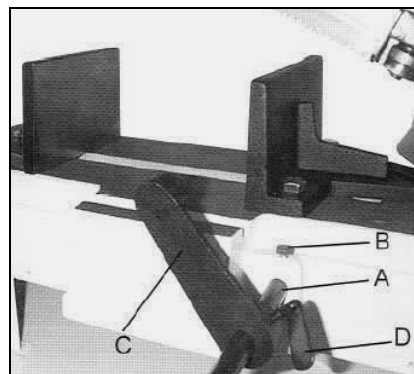

Fig 3
Montieren Sie die Anschlagstange (A, Fig 3) am Maschinenbett mit der Schraube (B).